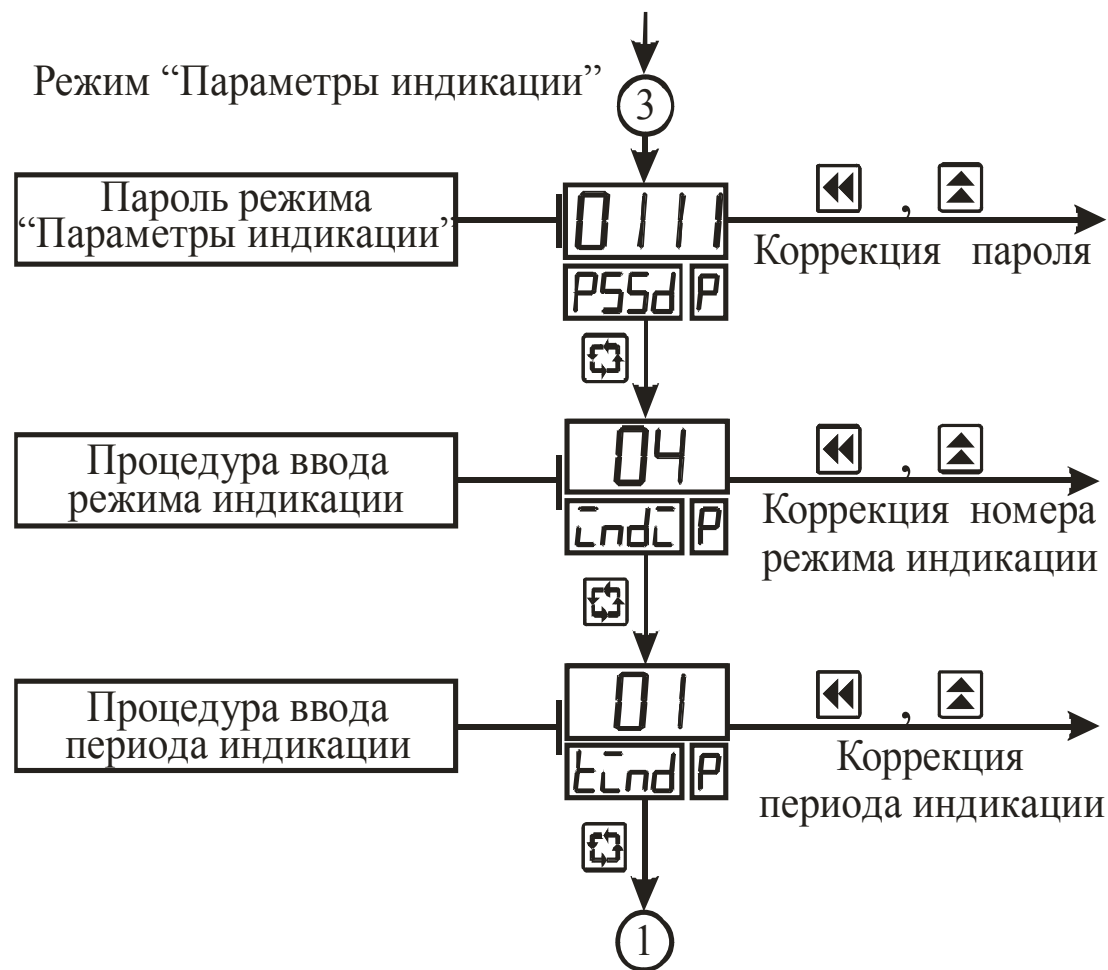

Рисунок 3.9 – Схема алгоритма работы в режиме “Параметры индикации”
3.4.3.1 Режим “Параметры индикации” (рисунок 3.9) определяет режим отображения информации в режиме «Работа».